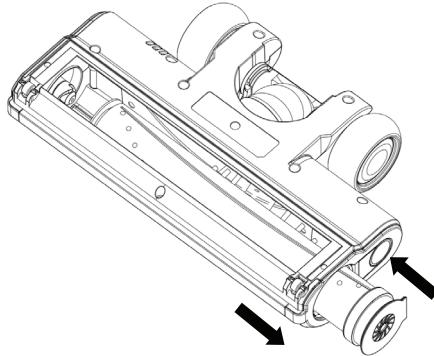

Рис. 21
- Нажмите кнопку, расположенную на правой стороне турбощетки и достаньте валик (Рис. 21).